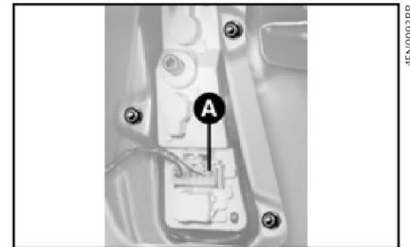

fig. 23
- 2) retirar o conector **A-fig. 23**;
- 3) retirar o conjunto de lâmpadas **fig. 23**;